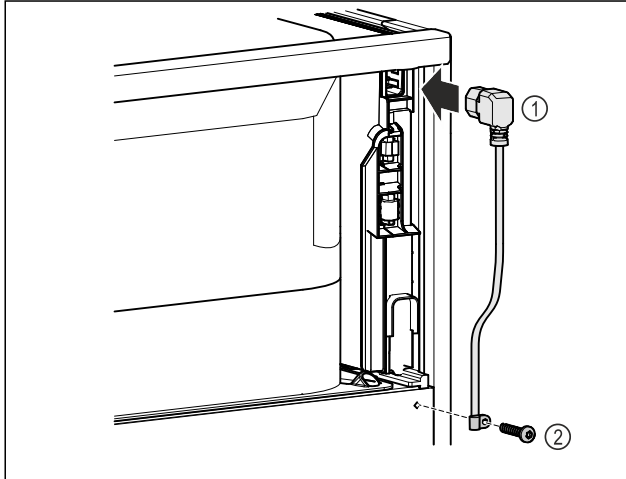

Fig. 13
- ▶ Sett inn kuldeapparatboksen til strømforsyningsledningen Fig. 13 (1) på baksiden av apparatet.
- ▶ Monter trekkavlastingen. Fig. 13 (2)